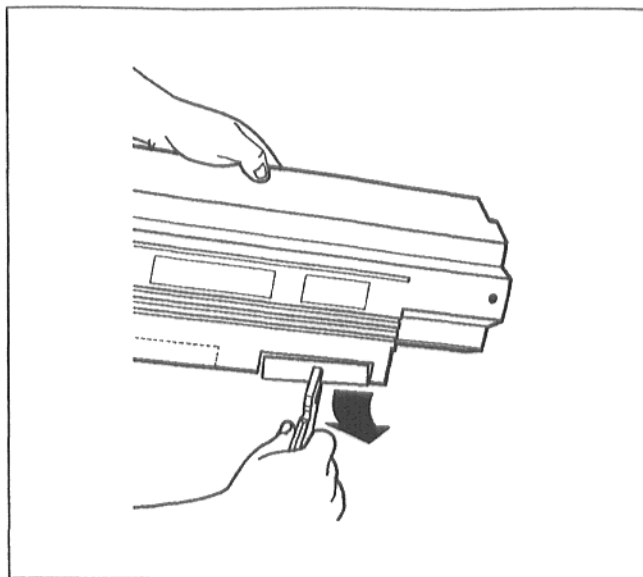

Рис. 41
- Выломать предназначенные для удаления детали на задней стенке элемента для прохода кабеля (Рис. 41).